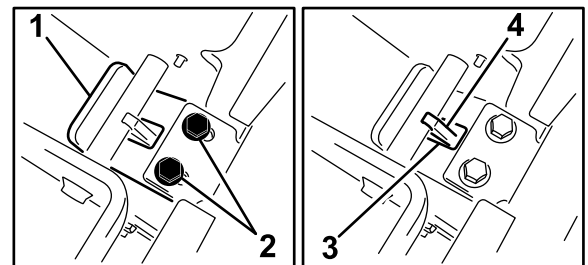

図 9
2. バックプレートへの圧力を保持したまま、トングを手前にスライドさせてトングプレートのリップをクロスバーに接触させる (図 9)。